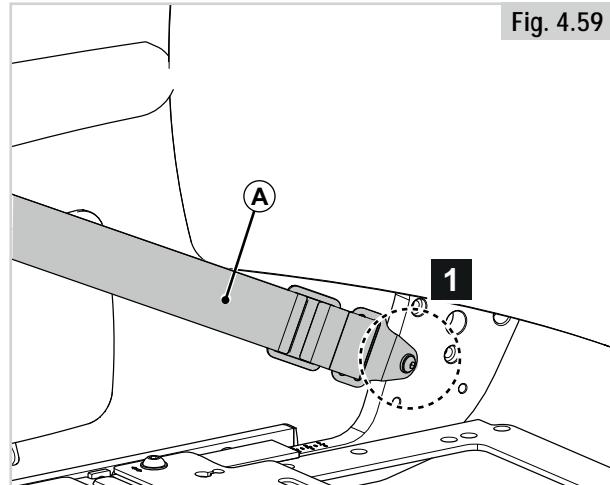

Fig. 4.60
- Hofteselen justeres efter behov, men for at opnå maksimal komfort og sikkerhed må der højst være plads til at føre en flad hånd ind mellem selen og kroppen, (Fig. 4.60).